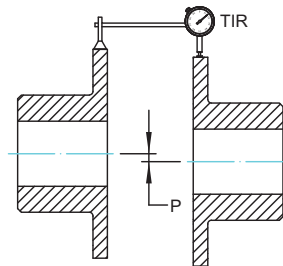

Abbildung 7 - Messung des Parallelversatzes (TIR)
8.5. Wird der Parallelversatz gemessen, in dem die Naben gemeinsam mit Messuhren verdreht werden, so muss der über den gesamten Messbereich abgelesene Wert (TIR) durch (2) dividiert werden, um "P" zu ermitteln (siehe Abbildung 7).